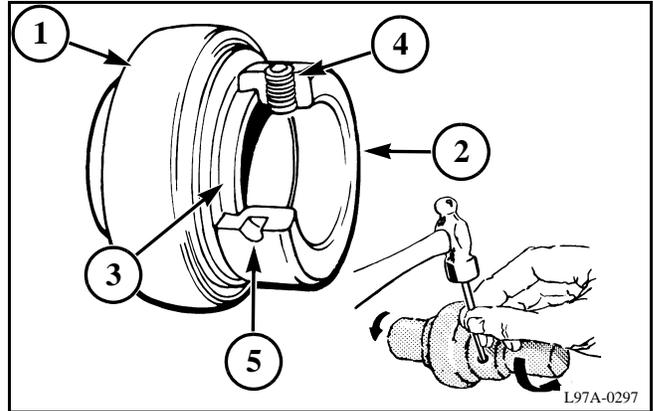

FIG. 2
FIG. 2: Los cojinetes de bolas sellados se usan en diferentes ejes y se mantienen en posición con bridas de cojinete. El cojinete (1) se sostiene en su posición mediante un collar de bloqueo (2). El collar de bloqueo tiene un abocardado excéntrico. Cuando se arma el cojinete, este abocardado se conecta al extremo excéntrico de su anillo de bolas interior (3). El collar de bloqueo se gira en el cojinete para trabar el dispositivo en el eje. El dispositivo sujeta el eje firmemente mediante una acción de traba positiva que aumenta con el uso. Un tornillo de ajuste (4) en el collar de bloqueo ejerce presión de bloqueo adicional.